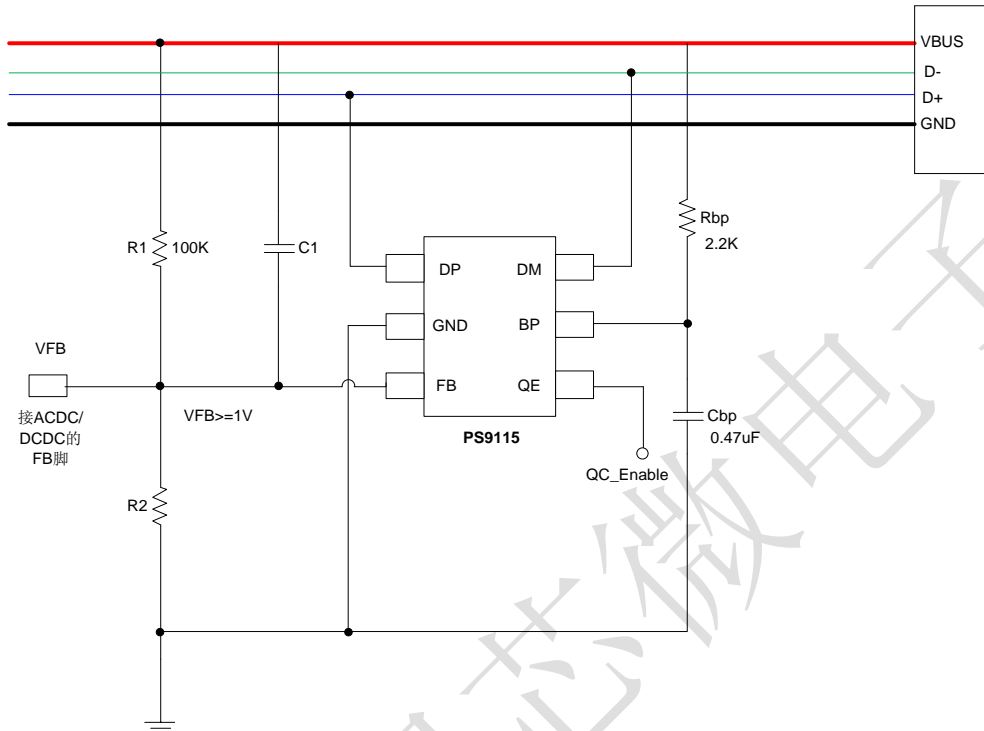
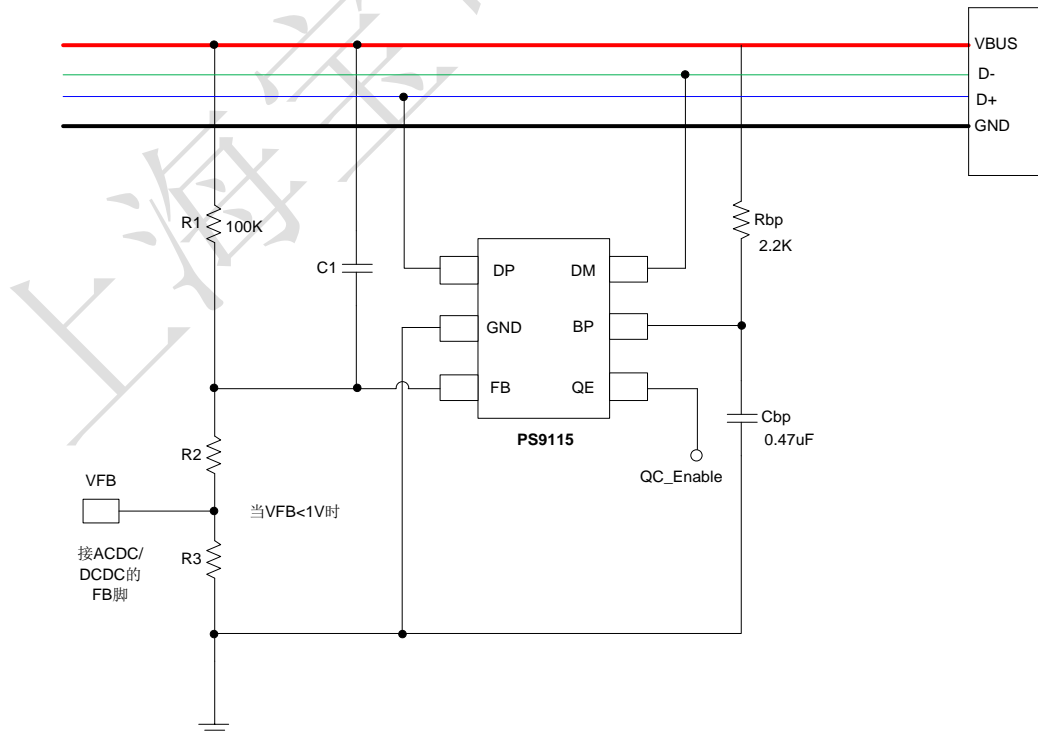

图1
图2
- 图1的典型应用适用于ACDC采用431作为反馈电路，或者DCDC的FB电压大于等于1V时。C1为预留电容，当出现5V升9V或者5V升12V有重启现象时，C1取10nF电容。
- 当不满足图1的典型应用条件时，请参考图2的原理图接法，R1，R2，R3，C1的选择方法请参考应用指南和分压电阻选择excel表格。
PS9115 内部集成一个电压钳位器，当电流流过外部的 RBP 电阻时（见图 1），BP 电压会被钳位在 6V 附近，这使得 PS9115 可以工作在很宽的输入电压范围之内（3.6V~12V）。RBP 的建议取值为 2.2kΩ ±1%，CBP 取值为 470nF。